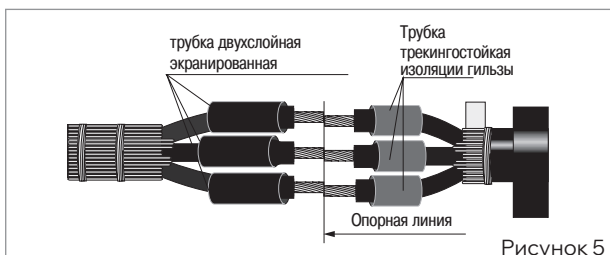

Рисунок 5
■ На жилы короткой разделки кабеля надеть трубки трекинговой изоляции красного цвета, а на жилы более длинной разделки кабеля надеть трубки двухслойные экранированные черно-красного цвета и сдвинуть их к корешкам разделок (рис. 5).